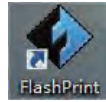

図 6-9
2. デスクトップにあるアイコン（図 6-9） 或いはスタートメニューの中のショートカットでソフトウェアを起動します。